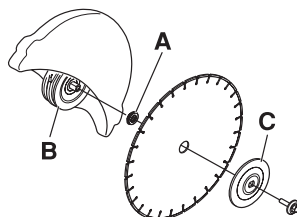
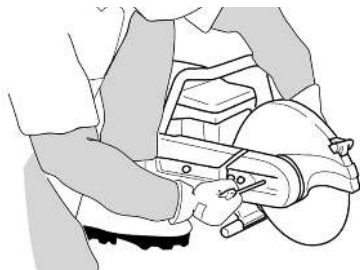

Рис. 4 Установка отрезного диска
Рис. 6 Блокировка вращения диска
2. Проверьте переходник А шпинделя (Рис. 4). Переходник используется для установки в центральное отверстие отрезного диска. Бензорез поставляется с переходником, который можно перевернуть для установки диска с центральными отверстиями 20 мм или 25,4 мм (1 дюйм).
5. Установите отрезной диск. Для этого поместите диск на переходник А между внутренней шайбой В и прижимной шайбой С (Рис. 4). Установите болт крепления отрезного диска, не затягивая его. Заблокируйте вращение диска. Вставьте стопор в отверстие режущего узла и поверните диск, пока он не зафиксируется (Рис. 6).